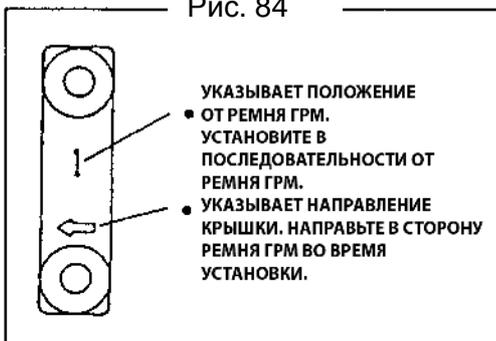

Рис. 85
• На каждой крышке нанесены метки, которые указывают на порядок и на направление установки. Установите крышки в соответствии с метками (Рис. 85).
• Крышка распредвала No. 1 блокирует перемещения распредвала в продольном направлении, поэтому ее необходимо установить первой (Рис. 85).